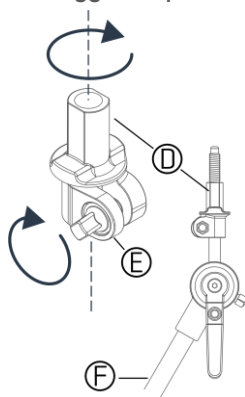

Figura 1
- 4 Per assicurare il reggi-piatto (D), stringere la vite (E) come visualizzato nella Figura 1.
- 5 Svitare il feltro e il dado a farfalla (A) sul braccio del piatto.